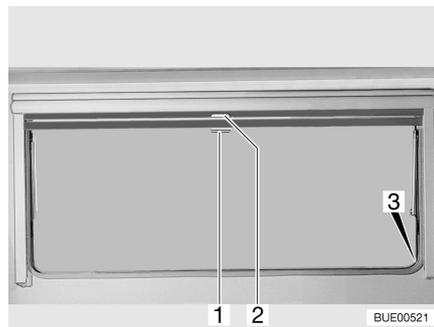

Bild 14 Ausstellfenster
- Verdunklungsrollo am Griff (Bild 14,2) nach unten ziehen. Wenn das Verdunklungsrollo ganz geschlossen wird, das Verdunklungsrollo auf beiden Seiten am Fensterrahmen in die Arretierung (Bild 14,3) einhängen.
- Wenn das Verdunklungsrollo vollständig geschlossen ist: Den Griff (Bild 14,2) nach unten drücken und den Griff dabei leicht nach innen ziehen. Das Verdunklungsrollo aus den Arretierungen links und rechts am Fensterrahmen aushängen.
- Wenn sich das Verdunklungsrollo in Zwischenposition befindet: Den Griff (Bild 14,2) leicht nach unten ziehen, bis sich die Arretierung gelöst hat.
Schließen: ■ Insektenschutzrollo am Griff (Bild 14,1) nach unten ziehen und auf beiden Seiten am Fensterrahmen in die Arretierung (Bild 14,3) einhängen.
Öffnen: ■ Griff (Bild 14,1) nach unten drücken und den Griff dabei leicht nach innen ziehen. Das Insektenschutzrollo aus den Arretierungen links und rechts am Fensterrahmen aushängen.